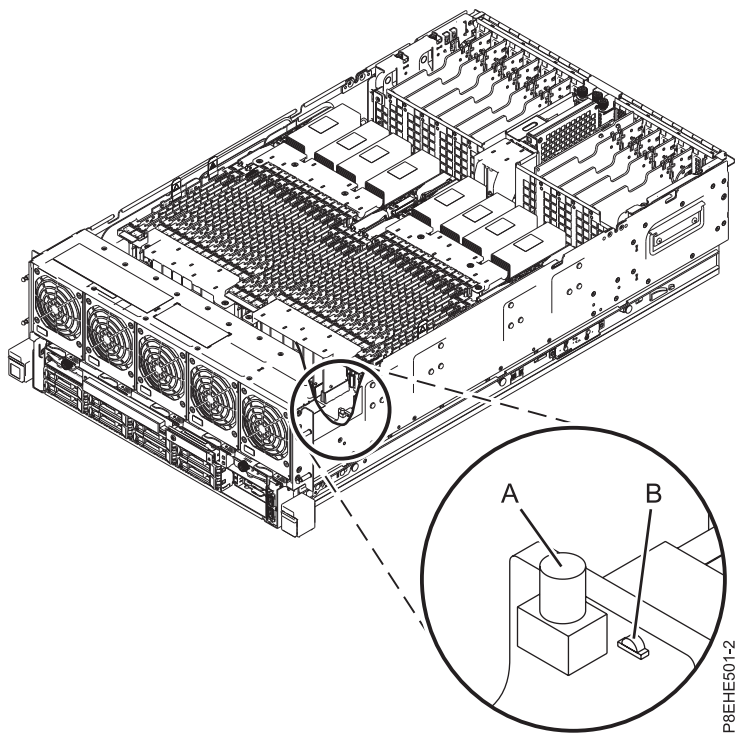

Abbildung 3. Kennzeichnungs-LED aktivieren
2. Drücken Sie die Taste **(A)**, wie in Abb. 3 auf Seite 6 gezeigt, um die Kennzeichnungs-LED zu aktivieren. Überprüfen Sie, ob die LED **(B)** leuchtet, um sicherzustellen, dass ausreichend Netzstrom für die Kennzeichnungs-LED vorhanden ist. Leuchtet die LED **(B)** nicht, verwenden Sie den Positionscode zur Ermittlung der physischen Position mithilfe des Servicetiketts.